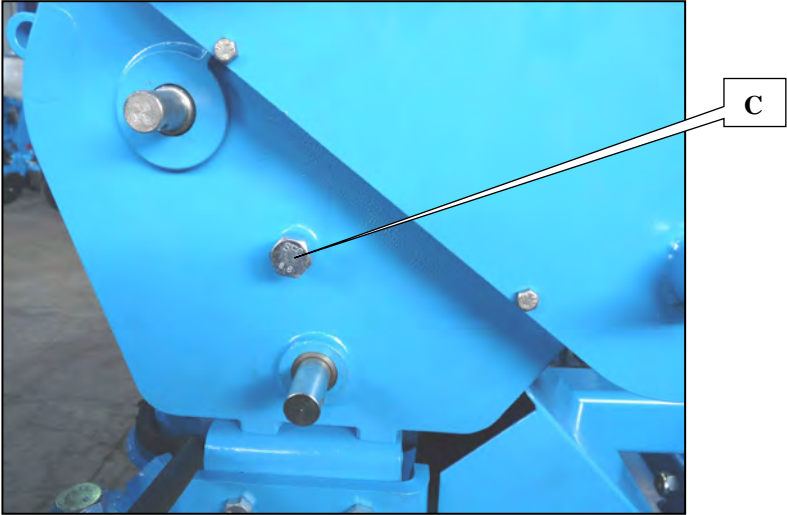

Fig. 2
Questa regolazione viene effettuata con un dado (D fig. 2), a seminatrice sollevata.
-Regolazione dei raschiatori, 2 esterni (E fig. 2) e 2 interni (F fig. 2).
Per regolarne la posizione, sollevare la seminatrice, allentare la vite (G fig. 2), far scivolare il raschiatori fino ad andare a sfiorare il disco e riavvitare.
- Graisser le variateur par l'orifice (C fig. 2). Lubrifier avec une huile en bombe aérosol à base de téflon pour la lubrification. (FÖRCH PTFE Truck S416)
- Grease the variator via the port (C fig. 2). Use a synthetic lubricant in a pressurised spray can.
- Den Regler durch die Öffnung schmieren (C Abb. 2). Einen synthetischen Schmierstoff als Druckbombe benutzen.